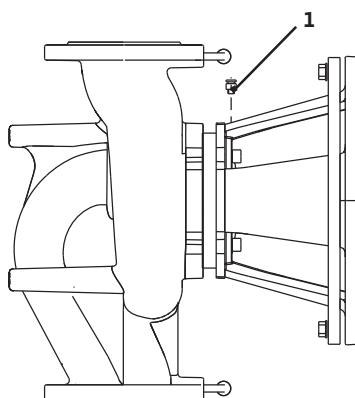

Fig. 40. Вентиляційний клапан
- Повітря з насоса видаляють, відкриваючи вентиляційний клапан (Fig. 40, п. 1). Сухий хід руйнує ковзаюче торцеве ущільнення насоса. Видалити повітря з датчика перепаду тиску заборонено — загроза ушкодження!